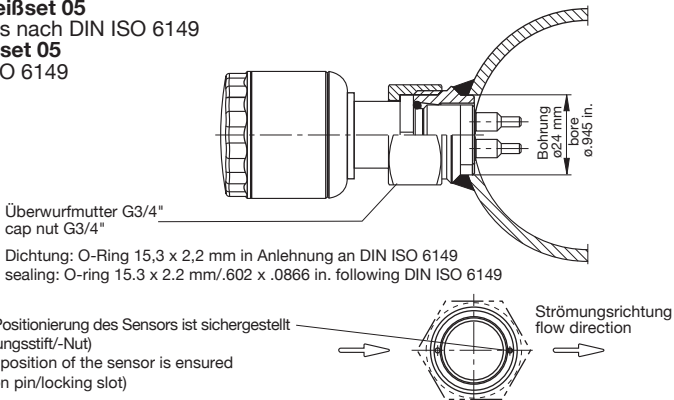

Fig. 5
- Strömungswächter FS 10-...-11-... mit O-Ring in den Sensoradapter TP-..., Kugelhahn BV-... oder Anschweißstutzen einstecken (siehe Fig. 5) und die Überwurfmutter festschrauben. Die Ausrichtung der Sensoren ist nach der Verschraubung der Überwurfmutter durch den Arretierstift garantiert.
- Insert the flow monitor FS 10-...-11-... with the O-ring into the sensor adapter TP-..., the ball valve BV-... or the welded fitting (see fig. 5) and tighten the union nut. The retention pin ensures correct alignment of the sensors after the union nut has been tightened.